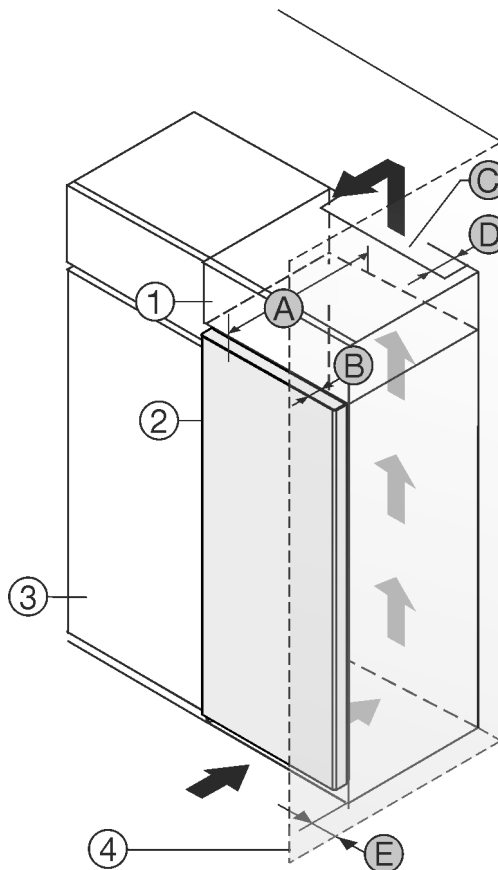

Fig. 1
- (1) Nástavná skříňka *
- (2) Přístroj *
- (3) Kuchyňská skříň *
- (4) Stěna *
- (5) Hloubka přístroje *
- (6) Hloubka dvírek *
- (7) Ventilační průřez *
- (8) Vzdálenost zadní strany přístroje *
- (9) Vzdálenost k zadní straně přístroje *
Můžete přístroj nainstalovat přímo vedle kuchyňské skřínky Fig. 1 (3).*
Na zadní straně nástavné skřínky musí být větrací šachta hluboká Fig. 1 (D) přes celou šířku nástavné skřínky.*
Pod stropem místnosti musí být dodržen ventilační průřez Fig. 1 (C).*
Když přístroj instalujete závěsy vedle stěny Fig. 1 (4), musí být vzdálenost mezi přístrojem a stěnou minimálně 13 mm.*
Aby bylo možné dvířka plně otevřít, musí přístroj přesahovat o hloubku dvírek Fig. 1 (B) vůči přední linii kuchyňské skřínky. V závislosti na hloubce kuchyňských skříněk Fig. 1 (3) a použití vymezočů odstupů od stěny může přístroj vyčnívat dále.*